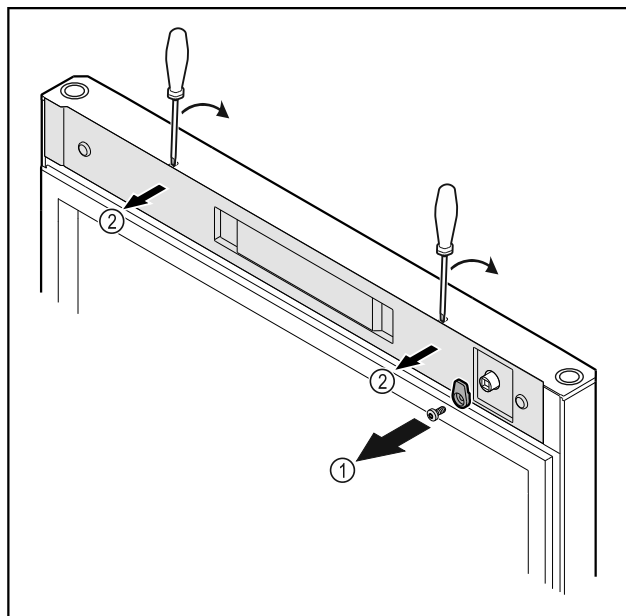

Fig. 14
- Deșurubați Fig. 14 (1) cârligul de închidere.
- Deblocați apărătoarea Fig. 14 (1) cu o șurubelniță mică și detașați-o.